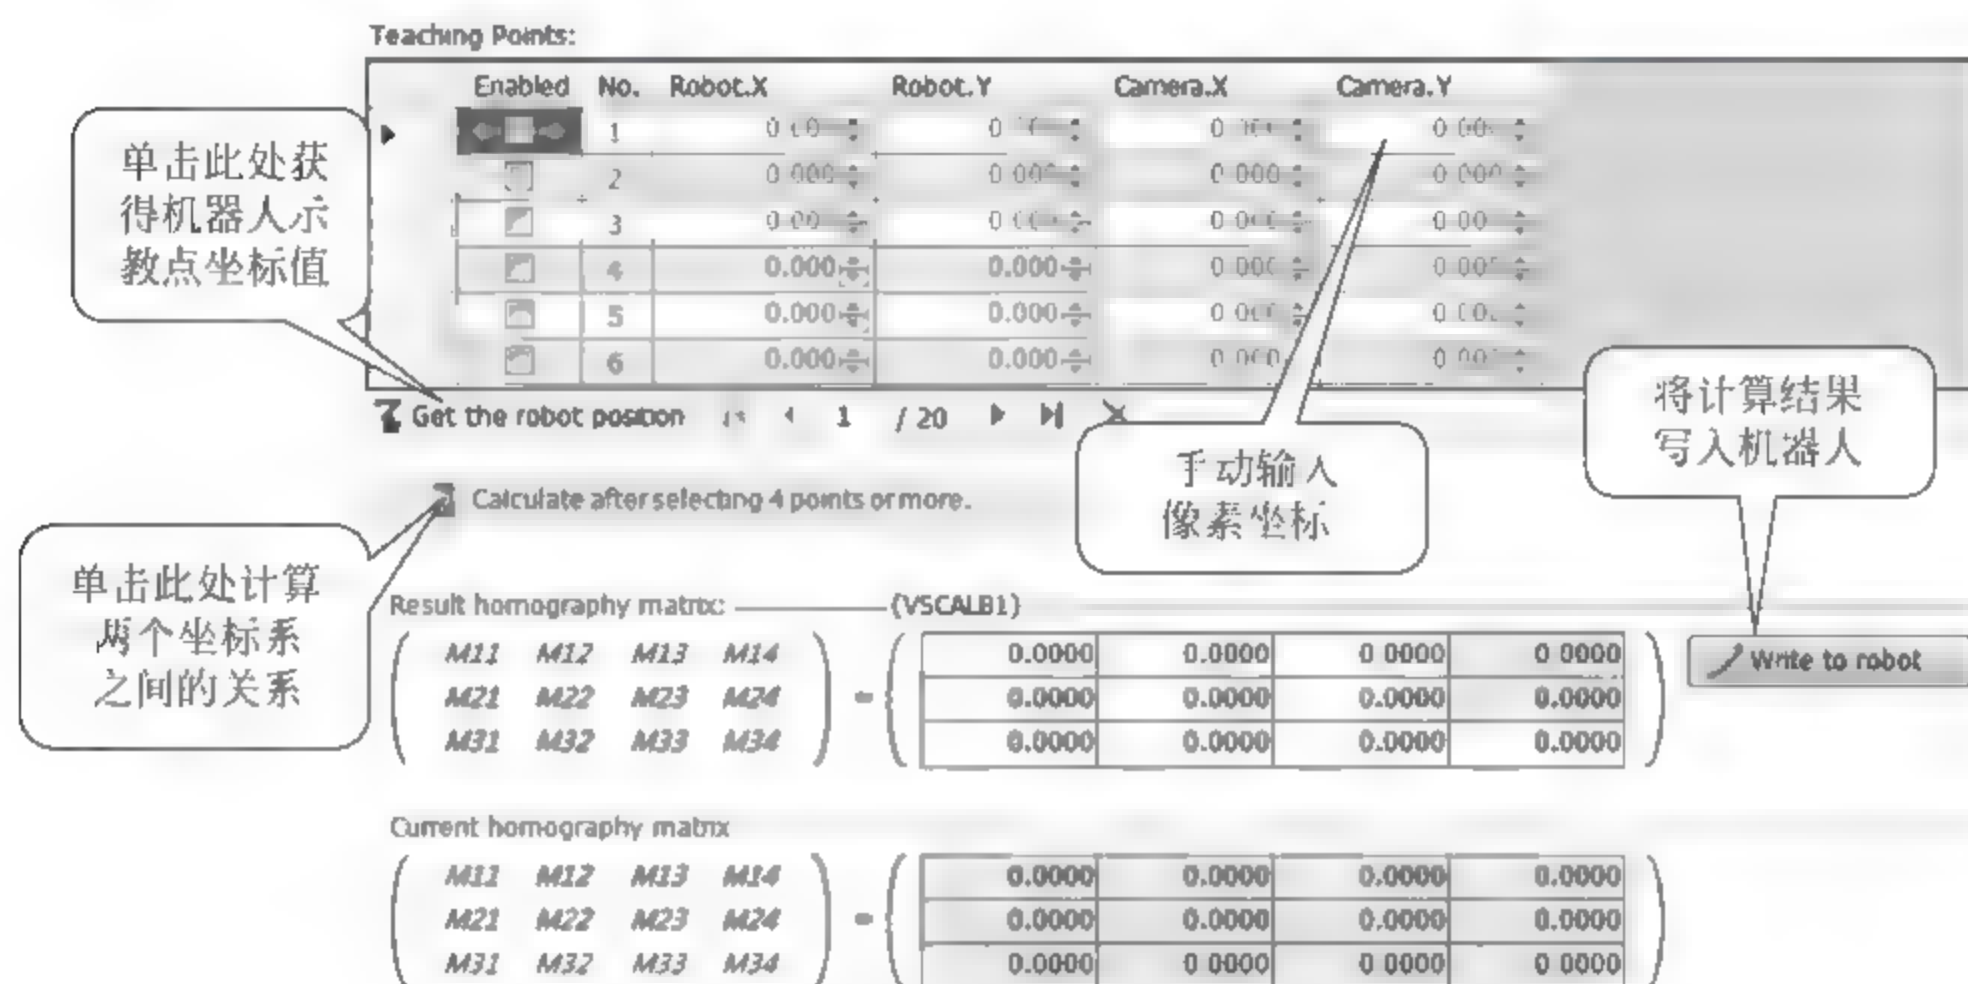

图 26-7 标定方法
(2) 选中做好标记的点(以第 3 点为例)，单击 Get the robot position 获得当前位置 X、Y 坐标值，如图 26-7 所示。
(3) 手动输入第 3 点像素坐标。
(4) 按照以上方法获得 5 个点的机器人坐标和像素坐标,在标定完成前,必须一直保持伺服=ON。
(5) 单击 Calculation after selection 4 points or more,计算两个坐标系之间的关系。
(6) 单击 Write to robot 按钮写入机器人。
(7) 单击 Save 按钮保存。